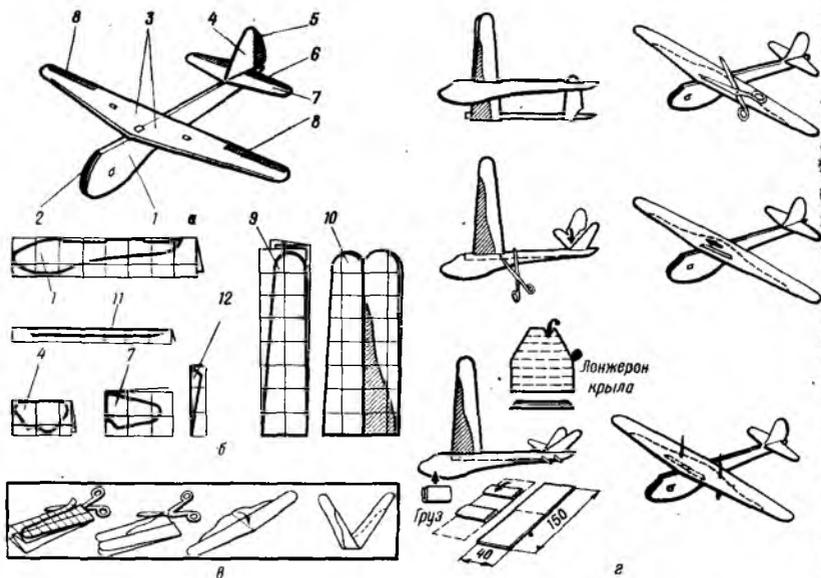

Рис. 17. Модель спортивного планера:
**Модель спортивного планера** (рис. 17). Материалом для ее изготовления служит плотная бумага, а инструментом — только простые ножницы.
Порядок изготовления модели показан на рис. 17. Для крыла полоску бумаги длиной не менее 33 см складывают, загнув один край на 3—4 см. На заготовку наносят продольные и поперечные линии. Сторона квадрата составляет 2 см. Затем перерисовывают форму крыла в плане и вырезают.